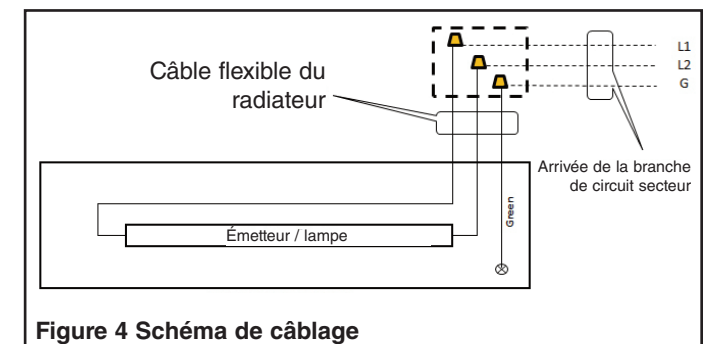

Figure 4 Schéma de câblage
- Après avoir enlevé la gaine extérieure, dénudez environ sur 1/2" (13 mm) l'isolant de chaque fil pour assurer que seule leur âme en cuivre sera prise dans les connecteurs, et effectuez les raccordements en utilisant des connecteurs approuvés d'un calibre adéquat. Raccordez le fil de couleur verte venant du radiateur au fil de terre de l'arrivée secteur. Raccordez les deux autres fils d'alimentation du radiateur sur la phase et le neutre de l'arrivée secteur. Pour éviter une surchauffe, assurez-vous que les connexions sont bien serrées. Consultez le schéma de câblage en Fig. 4.